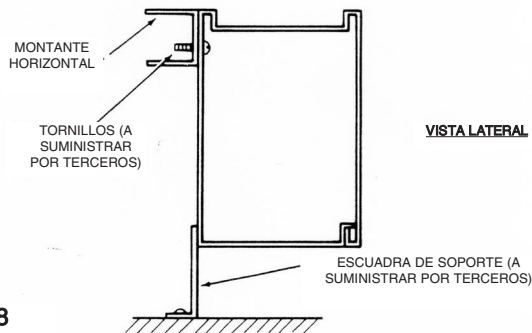

Figura 8
- En instalaciones en montantes horizontales, instale escuadras de soporte como se muestra en la Figura 8.